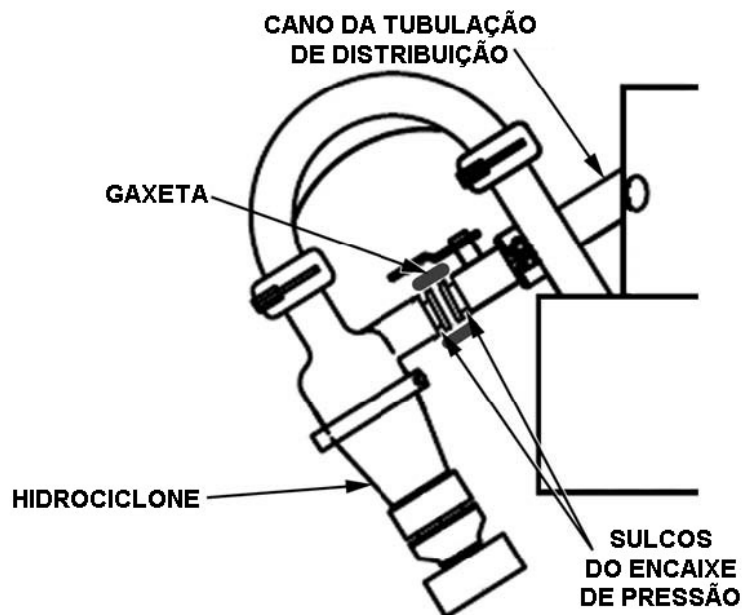

Figura 5-6 Instalação de gaxeta do encaixe de pressão
3. Alinhe o tubo de entrada do hidrociclone com o cano da tubulação de distribuição, e a gaxeta central entre os sulcos do encaixe de pressão no hidrociclone e cano da tubulação de distribuição (Figura 5-6).